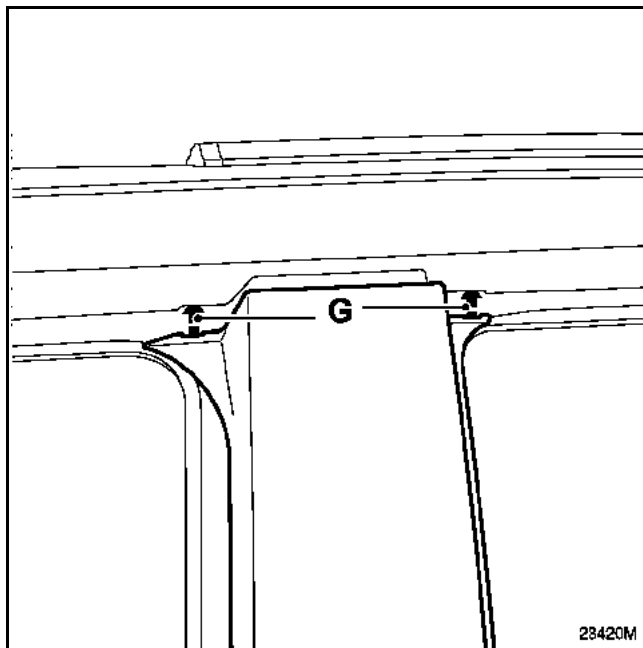

Рис. 5
- Нажмите декоративную накладку вверх, чтобы зафиксировать боковые выступы-держатели в гнезде (G) (рис. 5).